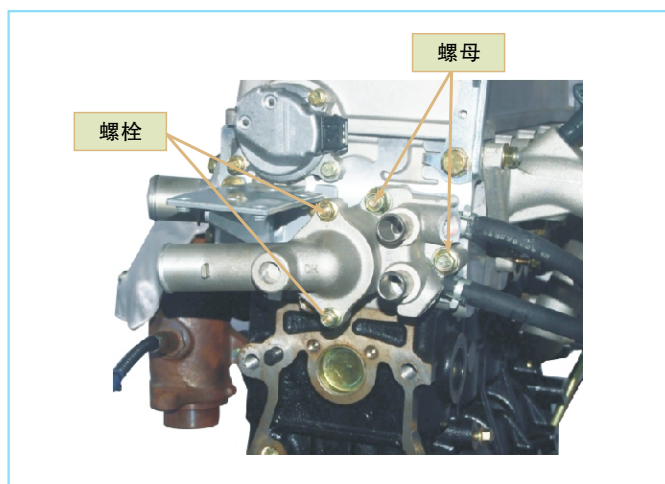

图2-145 安装进水口与进水口座组件
③用螺栓和2个螺母安装进水口与进水口座组件（图2-145），扭矩：22N·m。
④接上2根冷却水旁通软管。